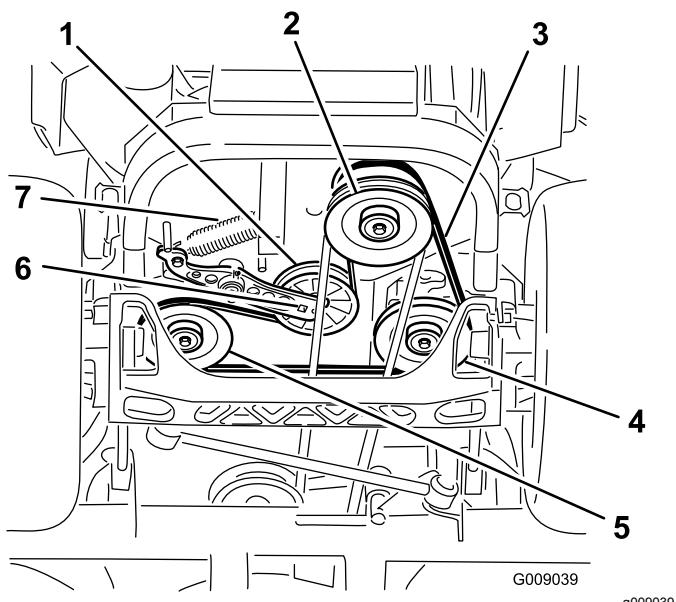

Figura 82
- 5. Utilice una llave de carraca en el taladro cuadrado del brazo tensor para retirar el muelle tensor (Figura 82).
- 6. Desenganche el muelle de la polea tensora del bastidor (Figura 82).
- 9. Utilizando la llave de carraca en el taladro cuadrado del brazo tensor, instale el muelle tensor en el bastidor (Figura 82).
4. Levante la máquina y apóyela sobre gatos fijos (Figura 82).